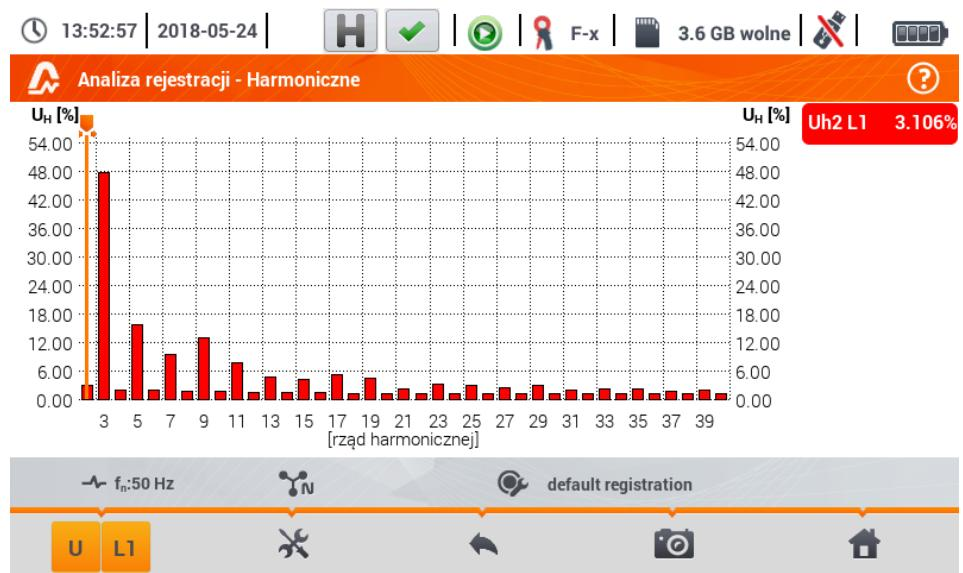

Рис. 6.23. Текущие показания – представление гармоник в виде гистограммы
Если в гл.5.8 шаг ③ выбрана иконка , то отобразится экран как на Рис. 6.23. Рабочая область состоит из диаграммы, меню этикеток и меню функциональных иконок.